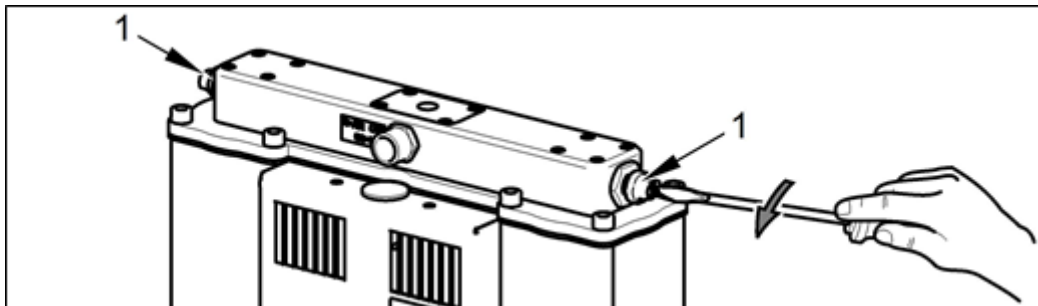

Рис. 30: Стравливание давления из камер осушителя
- Откройте вентиляционные пробки на выходном модуле оборудования (Рис. 30).